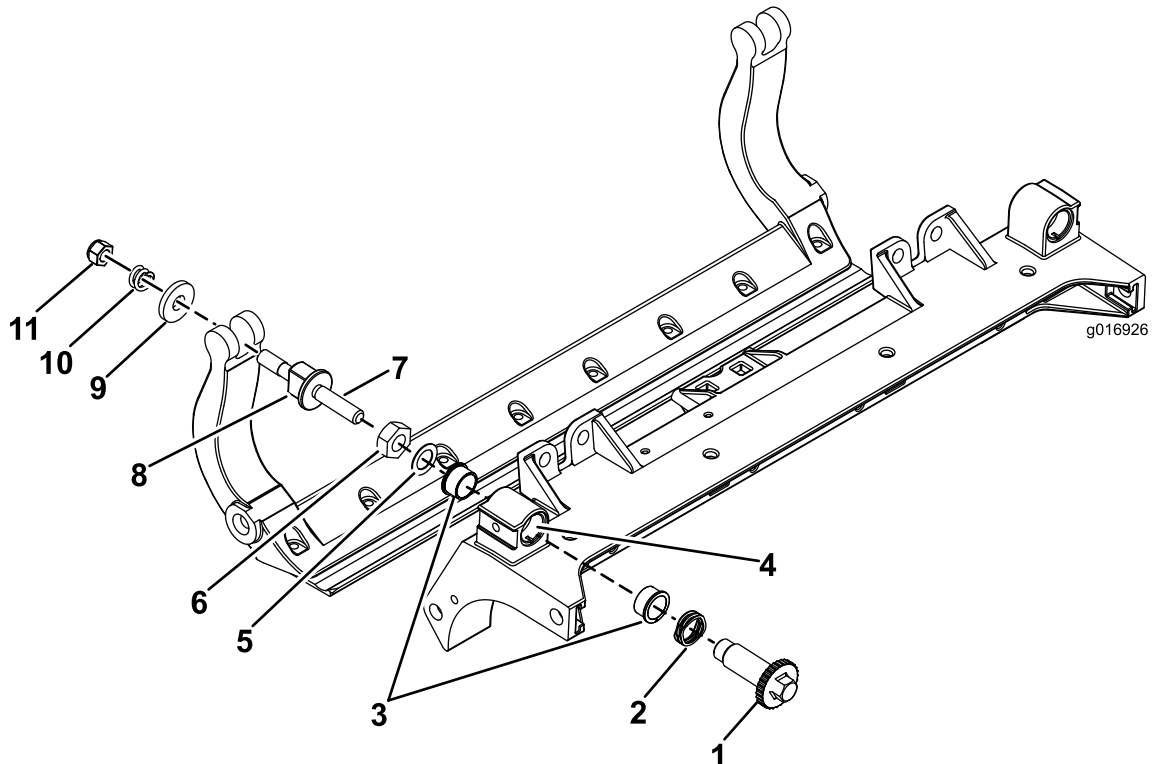

Figura 34
1. Retire todas las piezas (consulte las *Instrucciones de instalación* del Kit HD DPA y la Figura 34).
2. Aplique compuesto antigripante en la parte interior de la zona de los casquillos del bastidor central de la unidad de corte (Figura 34).
3. Alinee los salientes de los casquillos con brida con las ranuras del bastidor, e instale los casquillos (Figura 34).
4. Instale una arandela ondulada sobre el eje del ajustador e introduzca el eje del ajustador en los casquillos con brida del bastidor de la unidad de corte (Figura 34).
5. Sujete el eje del ajustador con una arandela plana y una contratuerca (Figura 34).
12. Coloque una arandela de acero por fuera de cada arandela de nylon (Figura 34).
Nota: Las arandelas del interior pueden tener cierta holgura (Figura 34).
15. Apriete la tuerca de cada ajustador de la barra de asiento hasta que el muelle de compresión esté comprimido del todo, luego afloje la tuerca $\frac{1}{2}$ vuelta (Figura 34).